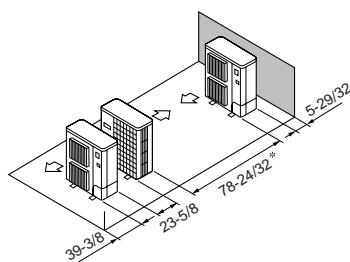

Fig. 2-12
- ⑤ Disposition pour un seul appareil parallèle (Fig. 2-12)